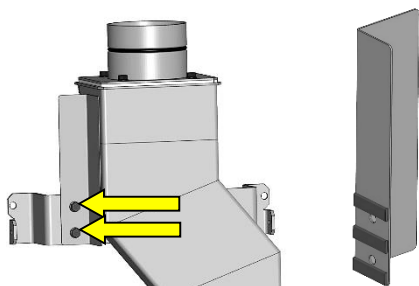

Fig. 6 : poser la tôle d'écartement
4. Monter la tôle d'écartement sur la conduite des fumées d'évacuation à l'aide de 2 vis comme indiqué sur l'illustration (Fig. 6). Les vis sont déjà prémontées sur le poêle.